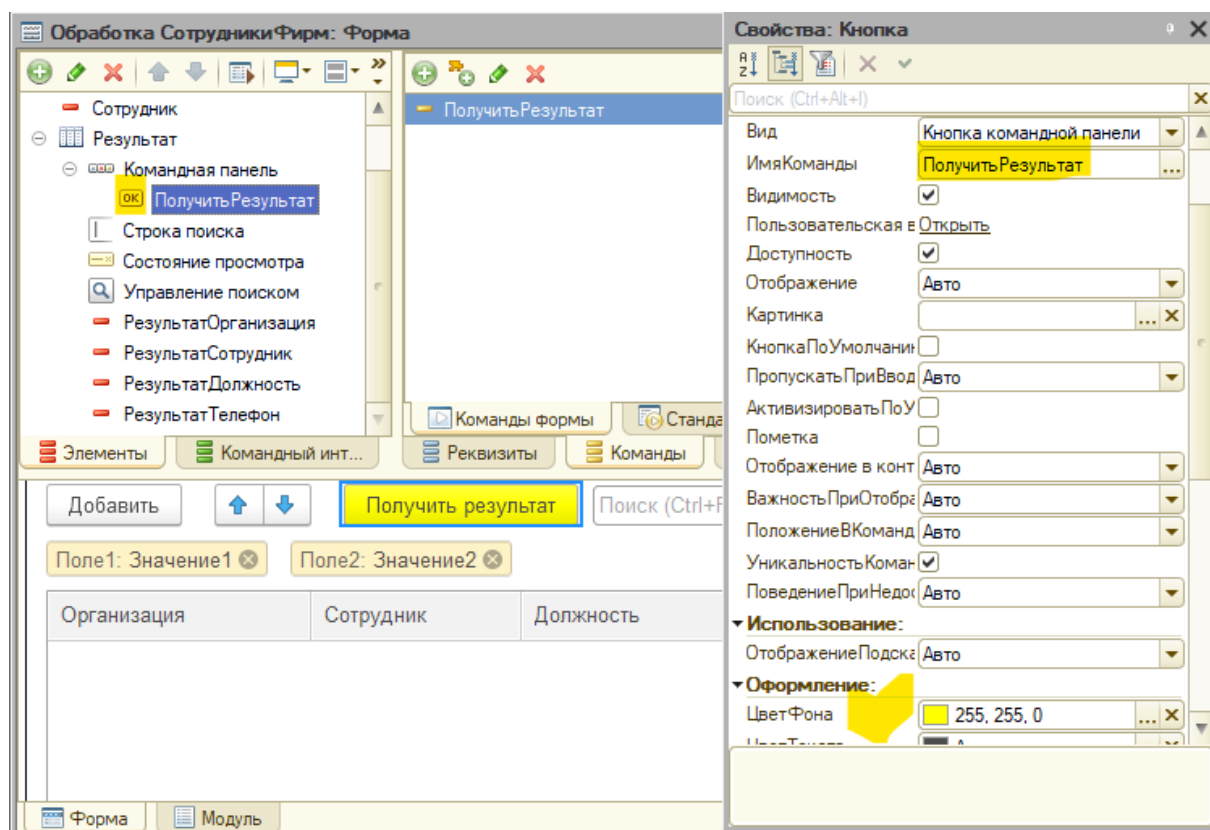

Рис. 5.41. Добавление на форму кнопки
10. Переносим команду на форму и меняем ее цвет (рис. 5.41). При этом она приобретает вид кнопки командной панели.